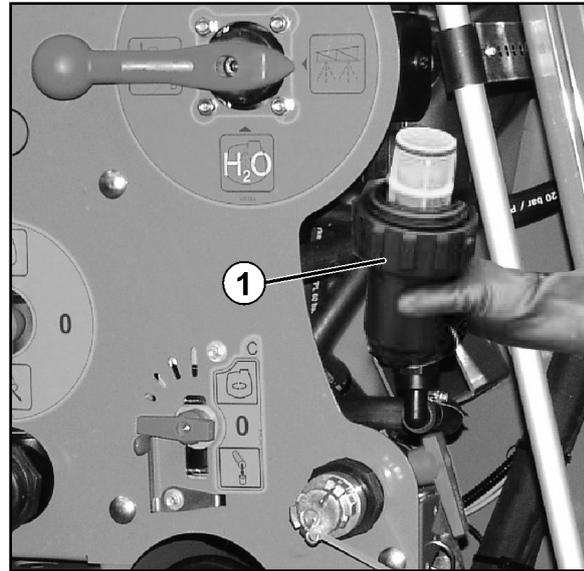

Fig. 118
2. Druckfilter (Fig. 118/1) entnehmen und mit Wasser reinigen.